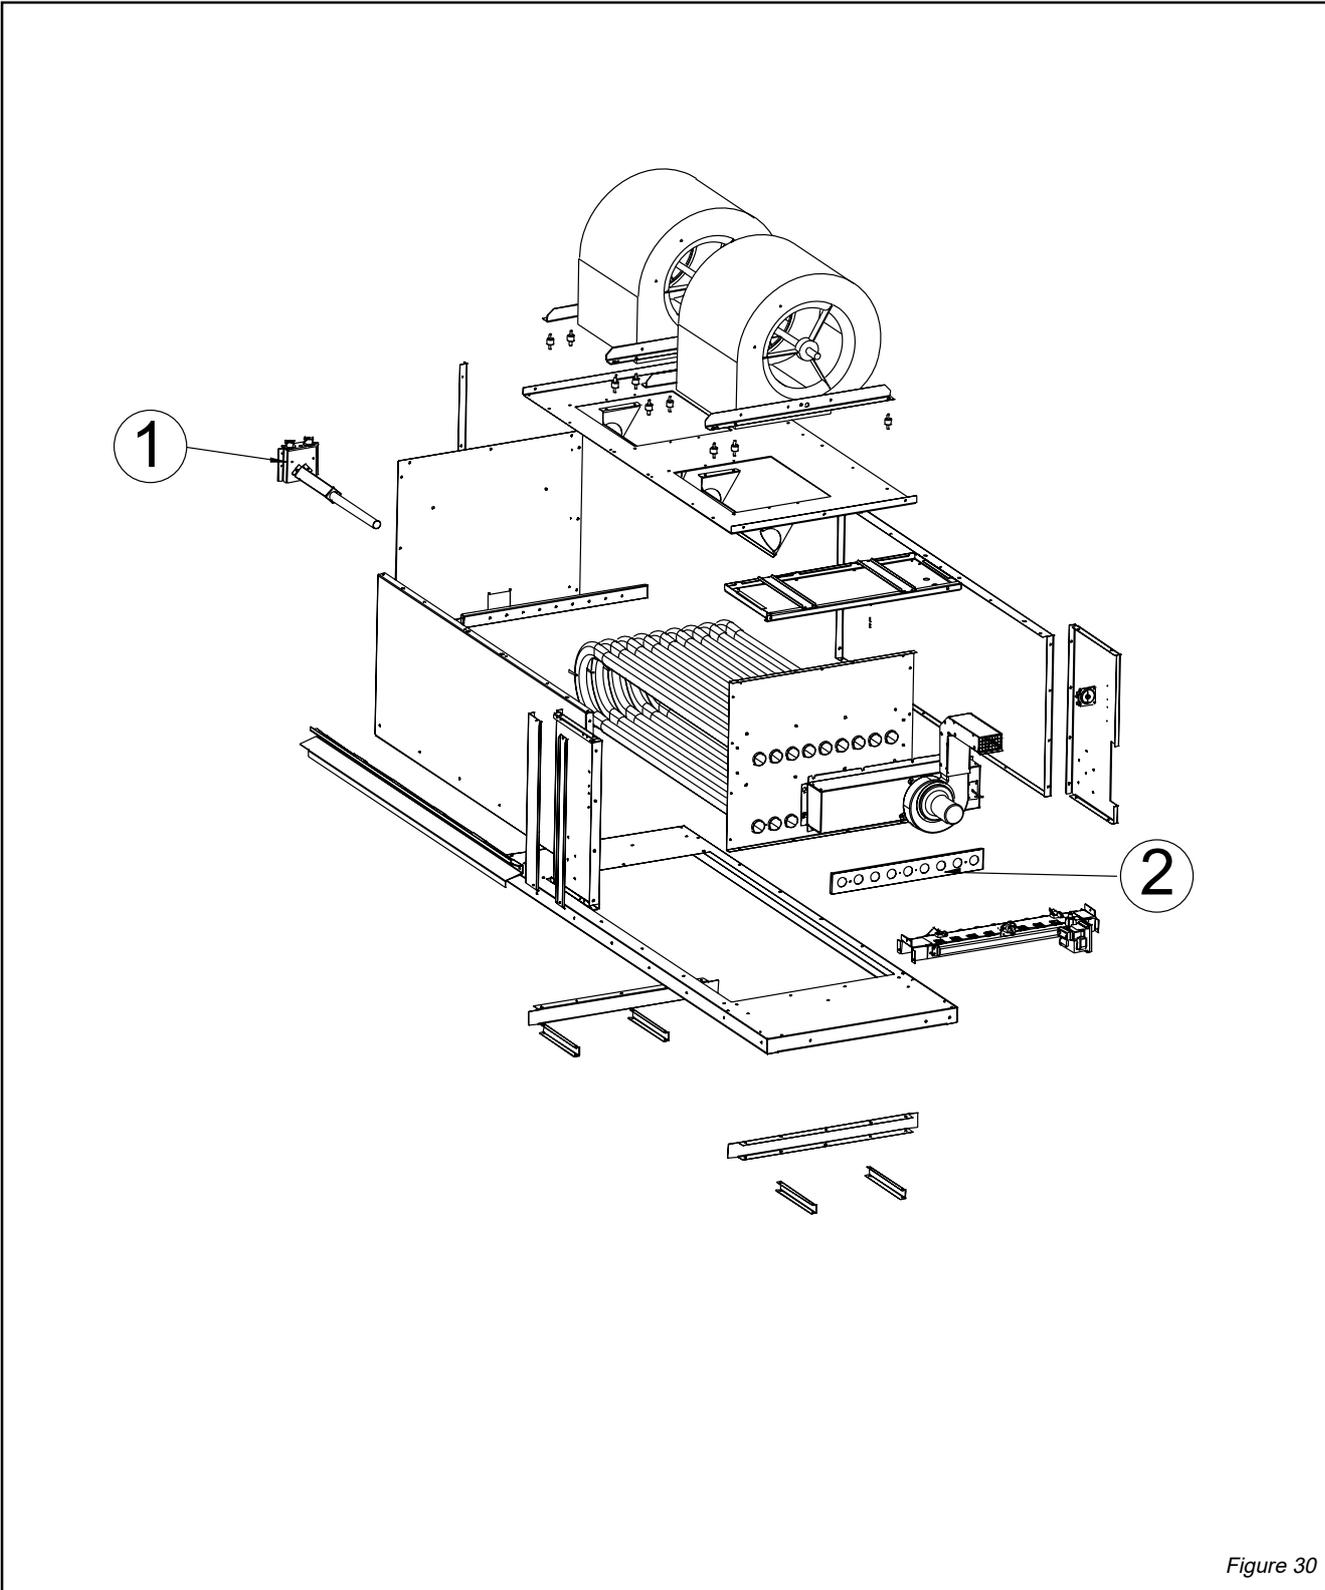

Figure 30
- Déposer les restricteurs (2) et les déflecteurs (3) (voir les figures 30 à 32).